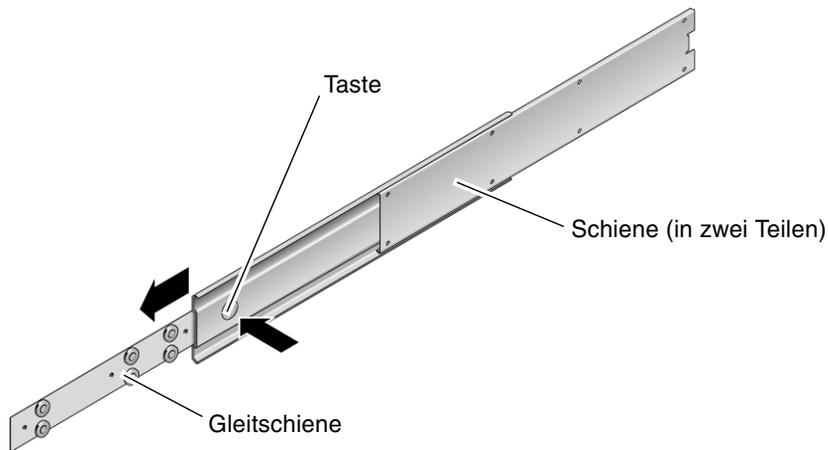

ABBILDUNG 3-8 Demontieren der Schiene
4. Drücken Sie die Tasten an den Schienen ein und ziehen Sie die Gleitschiene vollständig aus der Schiene (ABBILDUNG 3-8).